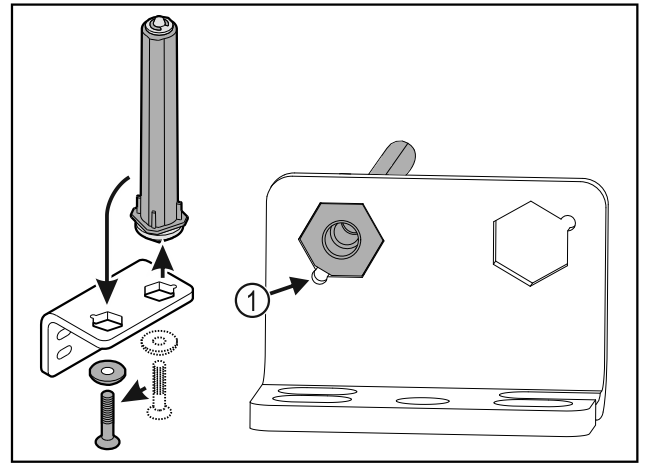

Fig. 40
- ▶ 在安装时请注意，让螺栓斜面 Fig. 40 (1) 朝向圆孔。